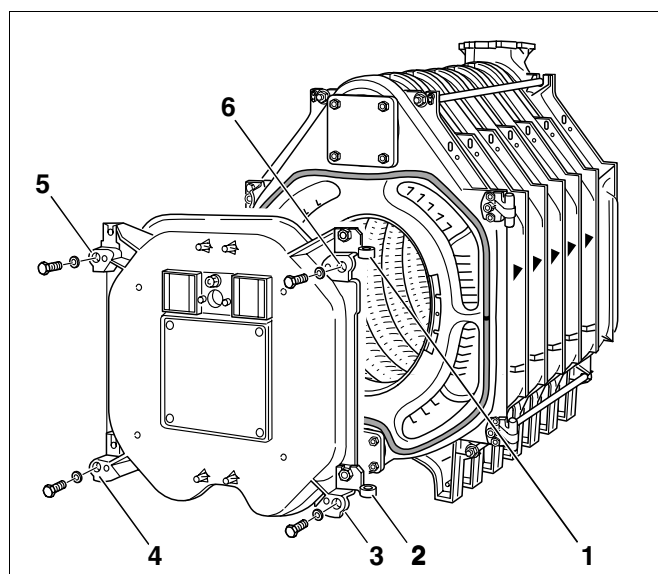

Fig. 29 Accrochage de la porte brûleur
Les deux œillets de charnière sont fixés en usine à droite sur la porte brûleur (fig. 29, **pos. 1 et 2**). Pour un montage à gauche, il faut démonter les œillets de charnière à droite et les remonter à gauche sur la porte brûleur.
- Fermer la porte brûleur et la serrer à l'aide de 4 vis d'assemblage (M16 x 140) (fig. 29, **pos. 3 - 6**). Serrer les vis d'assemblage uniformément en croix.